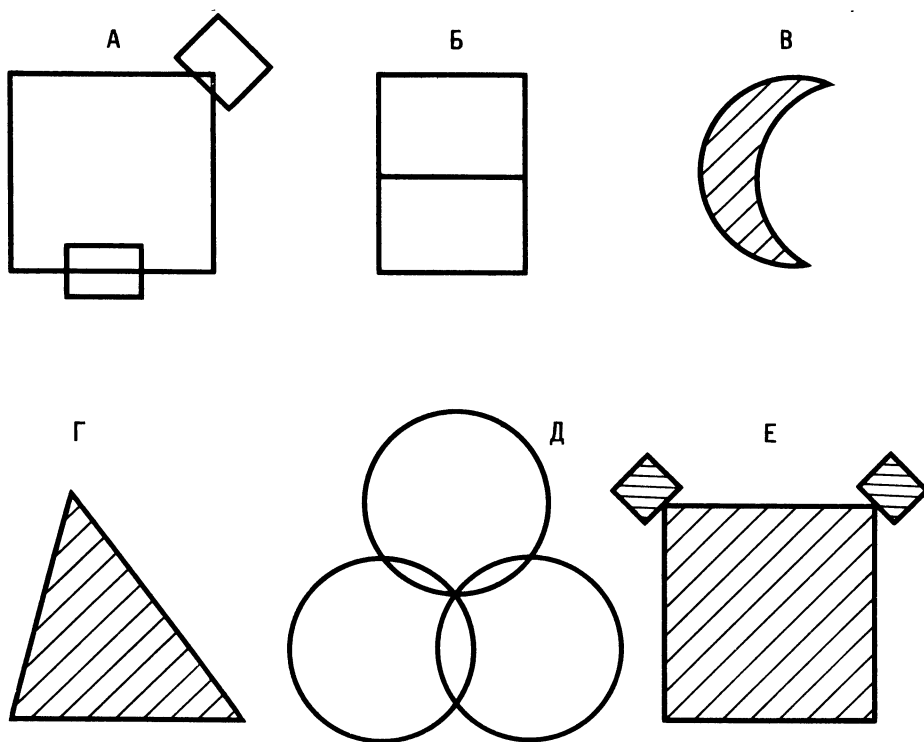

Рис. 23. К задаче 28
28. Из шести фигур А — Е (рис. 23) выделите группы, которые объединяются общими признаками, например, группа, построенная из прямых линий, из квадратов и т. д. (всего должно быть 7 групп) [17].